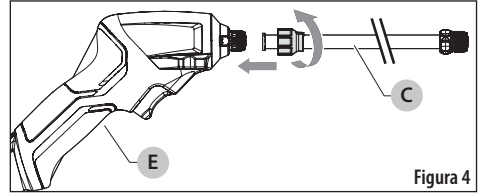

Figura 4
Instale la extensión (C) al pulverizador de varilla eléctrica (E). Gire en sentido contrario de las agujas del reloj para apretar. Vea la Figura 4.